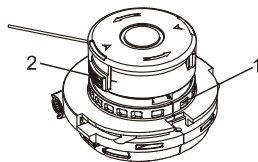
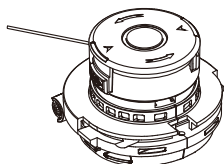

Fig. 14
Fig. 18
1. Appuyez sur les boutons de verrouillage de la bobine (1) dans le boîtier de la bobine (2) (Fig. 14).
8. Lors de l'installation de la nouvelle bobine de fil pour coupe-herbe, environ 7,6 cm / 3 po de fil doit être exposé hors du boîtier de la bobine. S'il est trop long, coupez-le avec des ciseaux. S'il est trop court, appuyez sur le bouton de dégagement du fil (10) sur le boîtier du fil pour coupe-herbe et tirez doucement sur le fil exposé (Fig. 18).
Si le cercle de coupe devient trop petit, il se peut que le fil pour coupe-herbe soit coincé dans la bobine ou qu'il soit épuisé. Avancez manuellement le fil comme indiqué à la Figure 18. Si cela ne fonctionne pas, consultez « RÉPARATION D'UN FIL POUR COUPE-HERBE COINCÉ OU TROP COURT » ci-dessous.
Une fois la coupe terminée, nettoyez le dessous de la protection et la bobine. Avancez le fil comme indiqué à la Figure 18 pour vous assurer qu'il est de la bonne longueur pour la prochaine utilisation.
Appuyez sur le bouton de dégagement du fil (10) sur le boîtier de fil pour coupe-herbe et tirez doucement sur le fil exposé jusqu'à ce que 7,6 cm (3 po) de fil soit exposé hors du boîtier de la bobine (Fig. 18).
Retirez la bobine du boîtier de la bobine, déroulez environ 7,6 cm (3 po) de fil et réinstallez la bobine (Fig. 14 à Fig. 18).
Retirez la bobine du boîtier de la bobine, déroulez tout le fil pour coupe-herbe de la bobine et rembobinez le fil (Fig. 14 à Fig. 18).